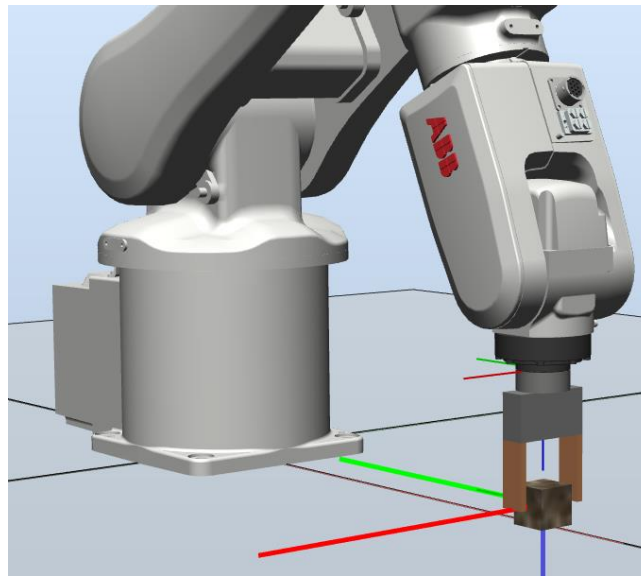

Figura 14. Posición_coger con el TCP de la herramienta situado en el centro de gravedad del cubo
4. Crea otra Posición llamada “Posicion_coger” en el centro de gravedad del cubo creado (hay una herramienta específica para ello en la vista principal). Sitúa la herramienta pinza sobre el mismo y **comprueba su orientación**, rotándola hasta que se encuentre en una posición similar a la figura 14.